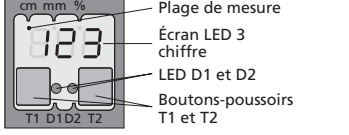

Fig. 3: TouchControl
- Réglez les paramètres du capteur manuellement ou utilisez la procédure d'apprentissage pour ajuster les points de détection, voir fig. 3.